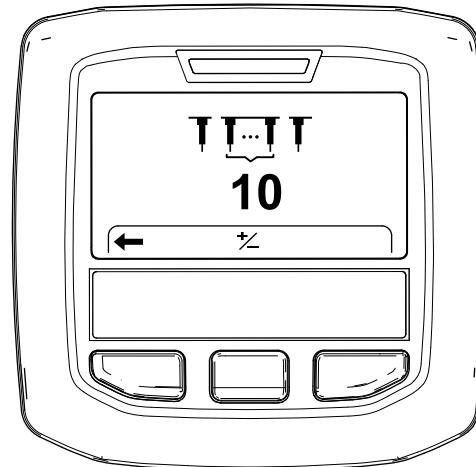

Figura 50
- Pulse el botón derecho del InfoCenter para mostrar la pantalla Setting the Tine Quantity (Ajuste de la cantidad de taladros) (Figura 50).